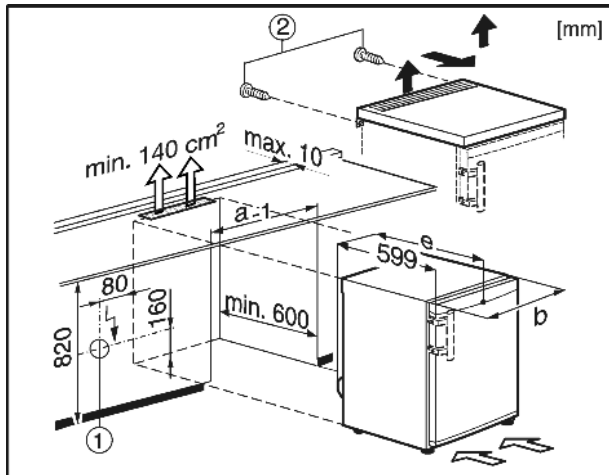

Fig. 9
Die Steckdose Fig. 9 (1) muss dabei außerhalb der Geräte-rückseite liegen und leicht zugänglich sein.
- Schrauben Fig. 9 (2) an der Rückseite entfernen.